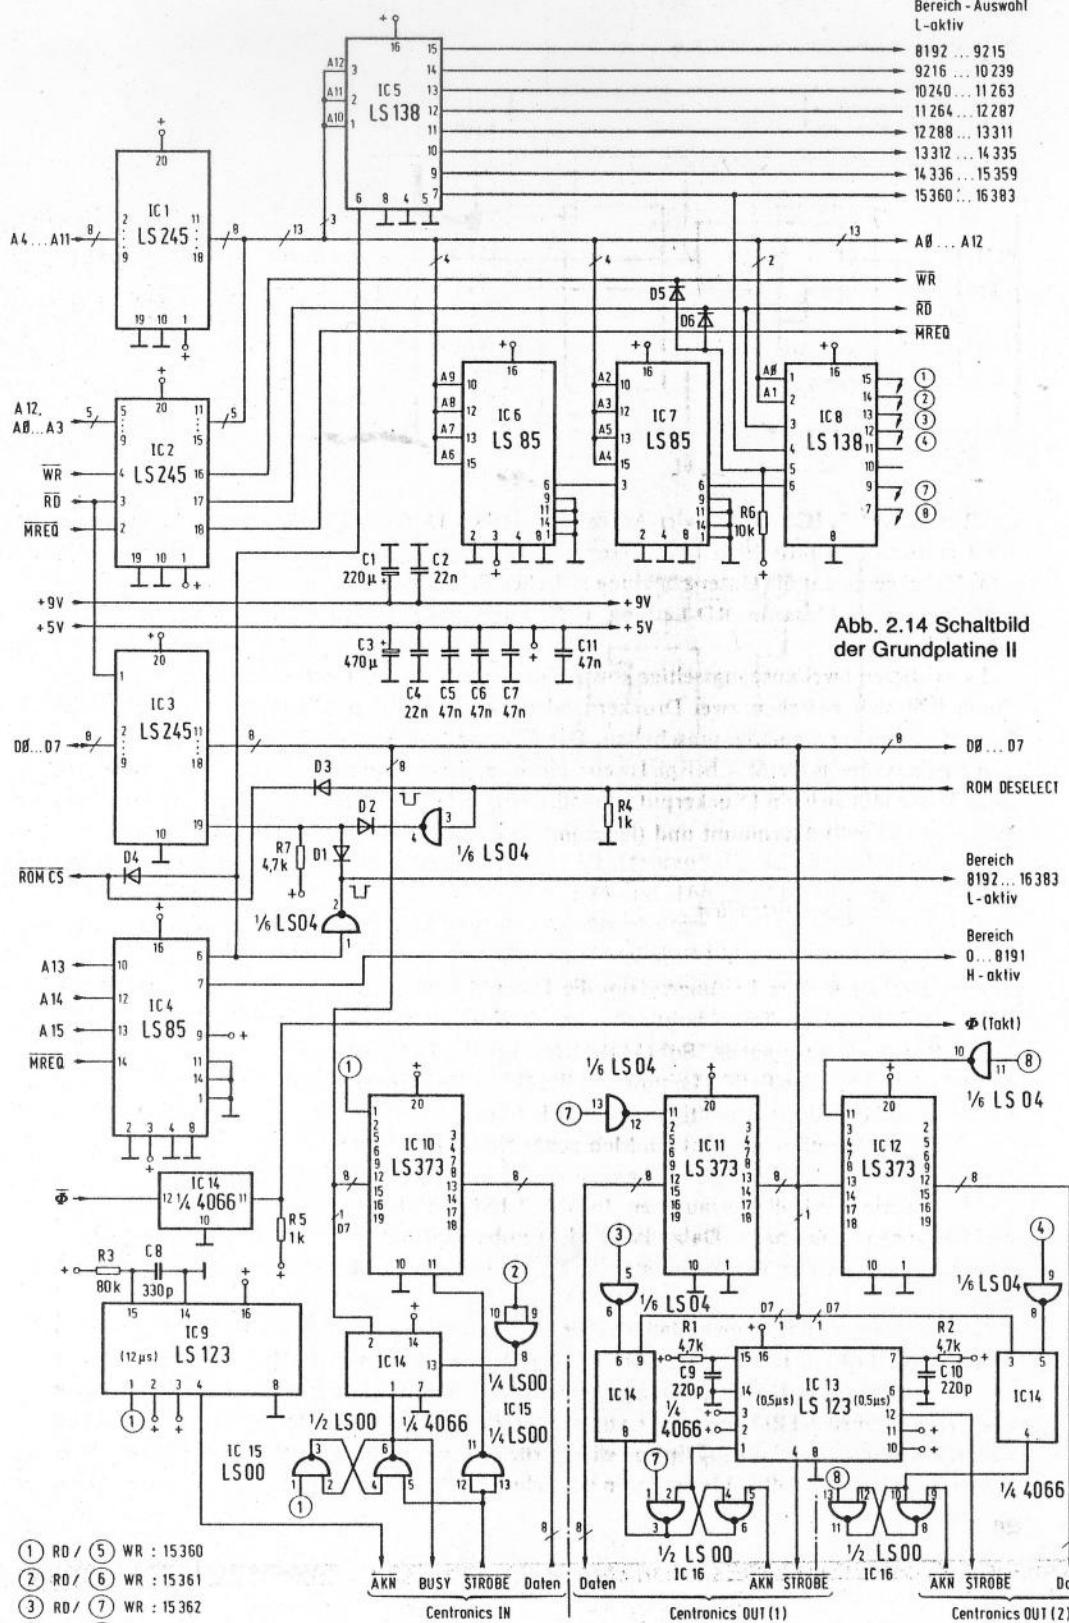

Abb. 2.14 Schaltbild
In Abb. 2.14 ist zu erkennen, daß die Ausgangsdaten in ein 8-bit-Latch geschrieben werden (74LS373, IC11 bzw. IC12, angesprochen über (7) bzw. (8) von IC8). Dabei wird gleichzeitig über ein SR-Flipflop (IC16) der monostabile Multivibrator (1/2 IC13, 74LS123) getriggert und erzeugt einen STROBE-Impuls von 0,5 µs Dauer. Wenn der Drucker die Datenübernahme bestätigt, wird das SR-Flipflop wieder rückgesetzt. Sein Zustand wird über einen Analogschalter (IC14, 1/4 4066) beim Lesen der Schnittstellenadresse auf die Datenleitung D7 ge-